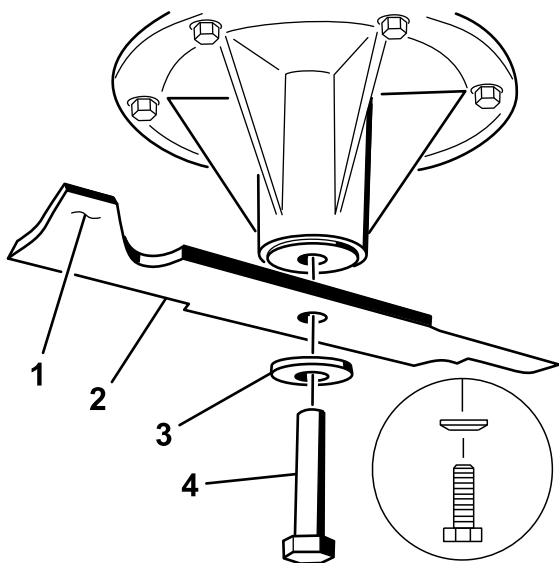
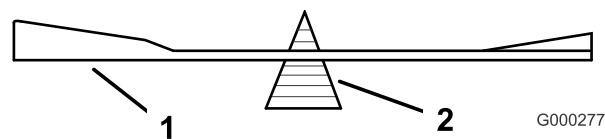

Figura 99
Figura 101
2. Retire a cavilha da lâmina, a anilha curva, e a lâmina do eixo (Figura 99).
2. Verifique o equilíbrio da lâmina colocando-a num equilibrador de lâminas (Figura 101). Se a lâmina ficar na horizontal é porque está equilibrada e pode ser utilizada. Se a lâmina não estiver equilibrada, lime algum metal da extremidade da aba apenas (Figura 99). Repita este procedimento até a lâmina estar equilibrada.